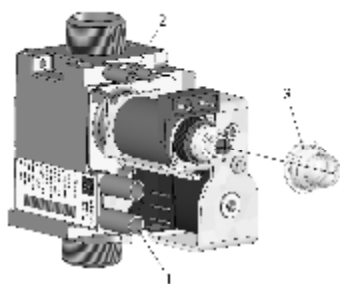

Рис.16. Регулировка газового клапана
- открутите на несколько оборотов винт штуцера замера давления газа на входе газового клапана (поз 1, рис.16);
- присоедините манометр к штуцеру замера давления газа на входе газового клапана (поз 1, рис.16);
- отсоедините манометр и закрутите винт штуцера (поз.1, рис.16).
- открутите на несколько оборотов винт штуцера замера давления газа на выходе газового клапана (поз 2, рис.16);
- присоедините манометр к штуцеру замера давления на выходе газового клапана (поз.2, рис.16);
- снимите защитный колпачок с регулировочного винта (поз.3, рис.16).
- отсоедините манометр и закрутите винт штуцера (поз.2, рис.16).